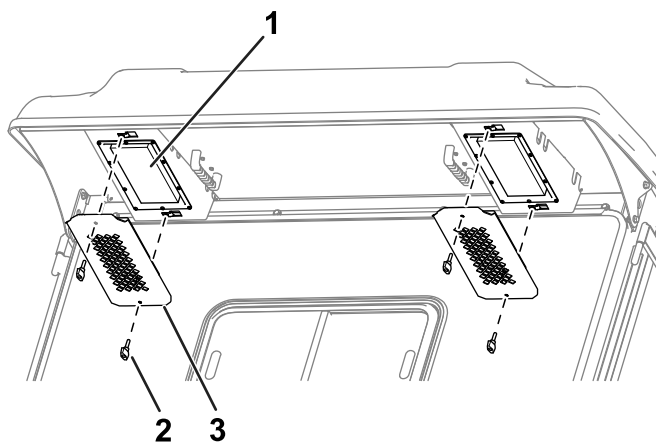

Bild 84
1. Entfernen Sie die Drehknöpfe und Roste vom hinteren Überhang der Kabine (**Bild 84**).
4. Verwenden Sie die Drehknöpfe und Roste, um die Filter in die Kabine einzubauen (Bild 84).